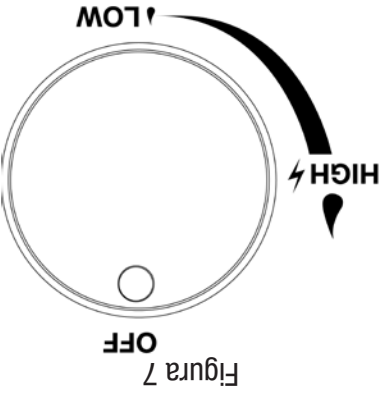

Figura 7
- La perilla de control tiene que estar en la posición "OFF" (apagado). Vea la Figura 7.